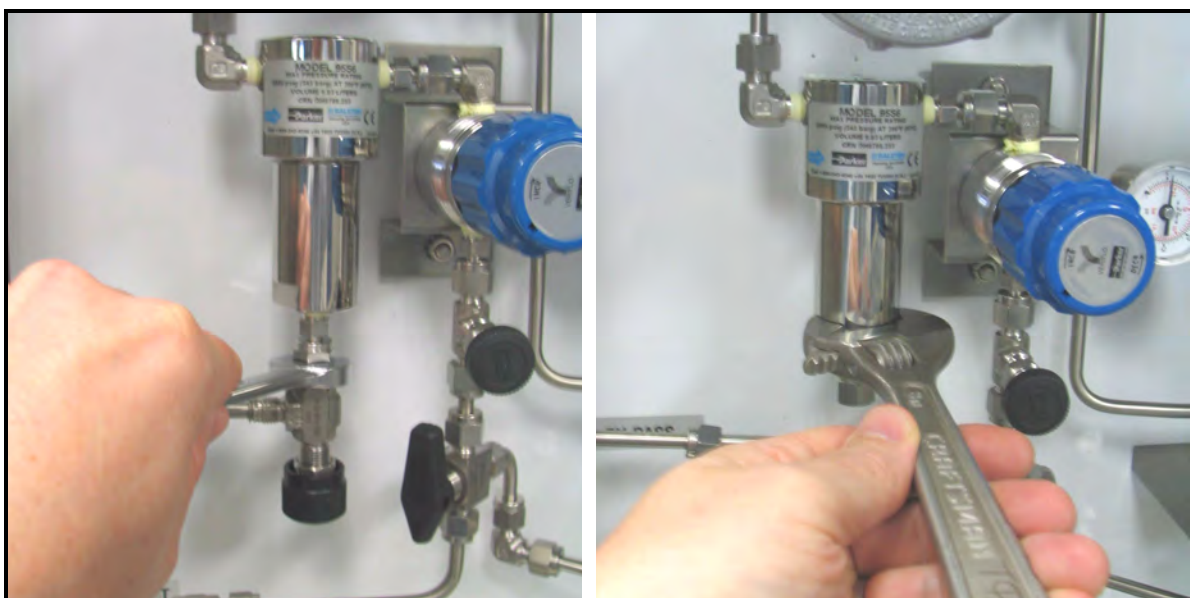

Figura 82: Extracción de la parte inferior del conjunto del filtro coalescente
4. Extraiga la parte inferior del conjunto del filtro coalescente con una llave ajustable (vea la Figura 82).